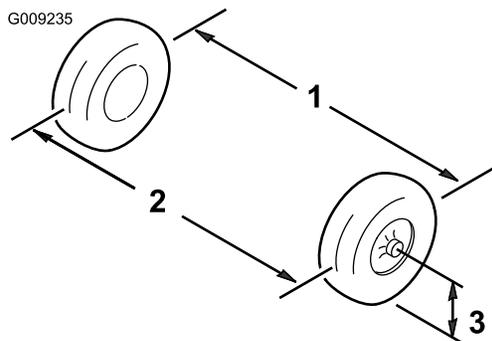

Figura 47
3. Misurate la distanza tra i pneumatici anteriori all'altezza dell'assale, davanti e dietro le ruote (Figura 47).